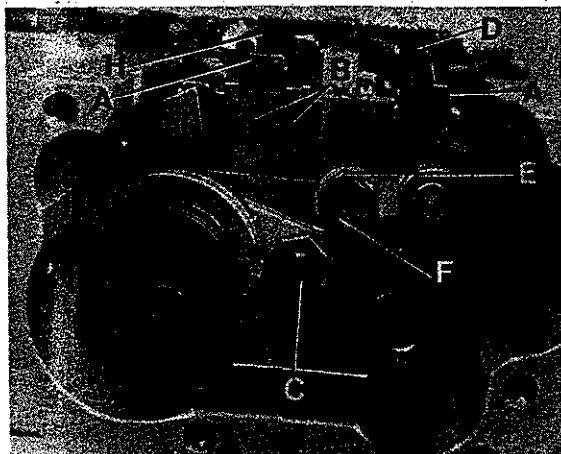
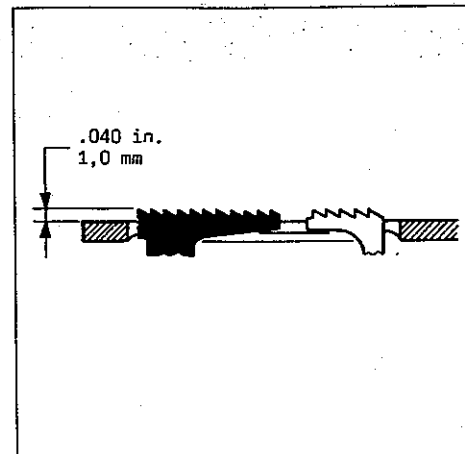

Fig.31
Fig.32
Assemble the main feed dog (H, Fig. 31) and the differential feed dog (D), tighten fastening screws (A) slightly. Insert the throat plate support with throat plate on the cylinder arm and center the feed dogs across-the-line-of-feed in the throat plate slots to have equal clearance on all sides. Now tighten screws (A) firmly. Turn pulley until the feed dogs are at their highest point of travel. In this position, the main feed dog and the differential feed dog should be set to rise approximately 1,0 mm (.040 in.) above throat plate (see Fig. 32). For setting loosen screws (B, Fig. 31) and position the feed dog holders with the feed dogs to the correct height. Tighten screws (B).
Montieren Sie den Haupttransporteur (H, Fig. 31) und den Differentialtransporteur (D), ziehen Sie die Befestigungsschrauben (A) nur leicht an. Stecken Sie den Stichplatten-träger mit Stichplatte auf den Zylinderarm und vermitteln Sie die Transporteure seitlich in den Stichplattenschlitzen so, daß sie an allen Stellen freigeihen. Ziehen Sie die Schrauben (A) danach gut an. Drehen Sie an der Handrad-Riemenscheibe bis die Transporteure in der höchsten Stellung sind. In dieser Stellung sollen der Haupttransporteur und der Differentialtransporteur etwa 1,0 mm über die Stichplattenoberfläche ragen (siehe Fig. 32). Zur Einstellung lösen Sie die Schrauben (B, Fig. 31) und schieben die Transporteurhalter mit den Transporteuren auf die gewünschte Höhe. Ziehen Sie die Schrauben (B) an.
In-line-of-feed the differential feed dog can be set to the front or to the rear to clear equally between the main feed dog and the front end of throat plate slot. For adjustment loosen screw (F, Fig. 31) and rotate eccentric (E) in operating direction until the correct setting is obtained. Retighten screw (F).
Also the main feed dog (H, Fig. 31) can be set slightly in-line-of-feed to the front or rear in the throat plate slots, if required. Loosen nut (C) and move the feed dog accordingly. Retighten nut.
In Transportrichtung kann der Differentialtransporteur entsprechend vor- oder zurückgestellt werden, damit er zwischen dem Haupttransporteur und dem vorderen Schlitzende der Stichplatte gleichmäßig freigeht. Zur Einstellung lösen Sie die Schraube (F, Fig. 31) und drehen den Exzenter (E) in Nährungsrichtung, bis die richtige Einstellung erreicht ist. Ziehen Sie die Schraube (F) wieder an.
Auch der Haupttransporteur (H, Fig. 31) kann, bei Bedarf, in Transportrichtung in den Stichplattenschlitzen geringfügig vor- oder zurückgestellt werden. Lösen Sie die Mutter (C) und verschieben Sie den Transporteur entsprechend. Ziehen Sie die Mutter wieder an.